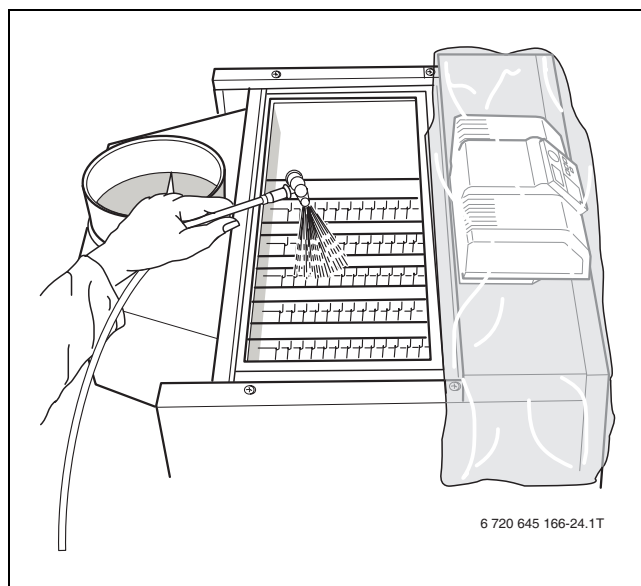

Рис. 46 Влажная чистка котла
- ▶ Равномерно распылите чистящее средство сверху в газоотводящие каналы (рис. 46).